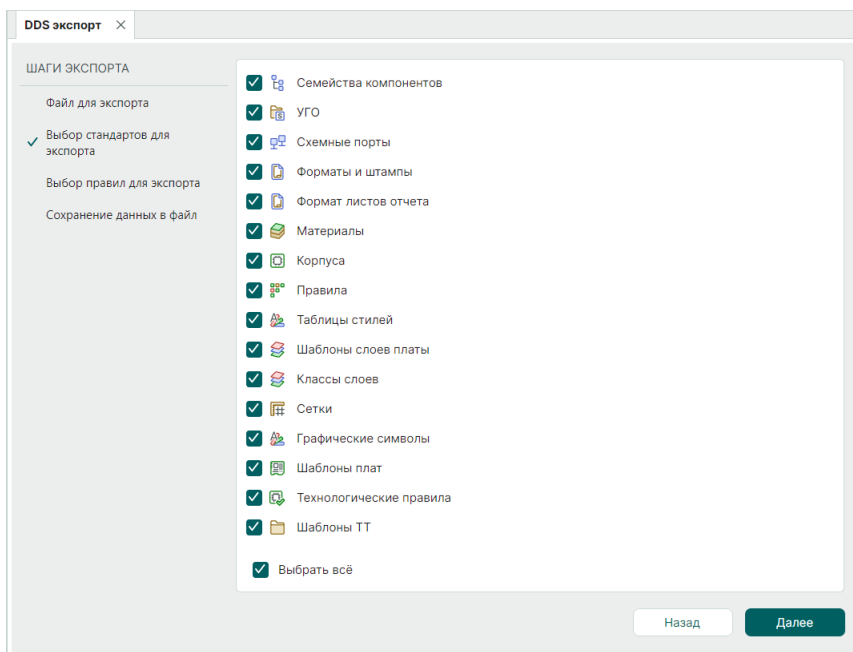

Рис. 10 Выбор экспортируемых стандартов
4. На следующем этапе выберите экспортируемые разделы стандартов путем установки флага в поле рядом с наименованием раздела, см. Рис. 10. При необходимости путем установки или снятия флага в поле «Выбрать все» возможно выбрать или снять флаги со всех разделов одновременно.